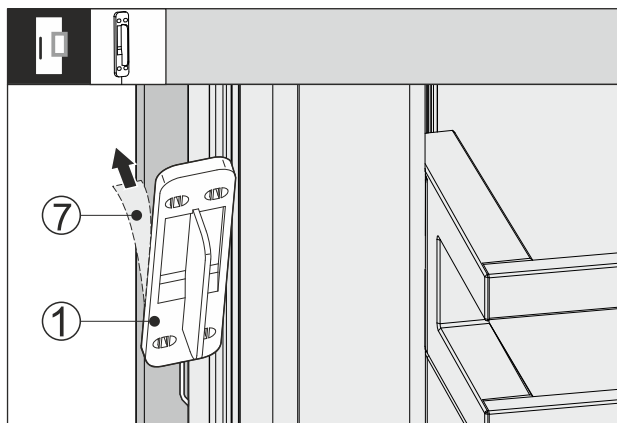

Fig. 65
- ▶ Nutraukite apsauginę plėvelę Fig. 65 (7) galinėje stuksenimo jutiklio Fig. 65 (1) pusėje.